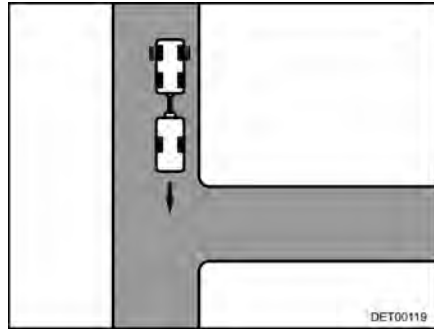

Bild 13 Start
- Kör mot infarten så långt att husvagnens bakdel befinner sig ung. framför infarten (Bild 13).